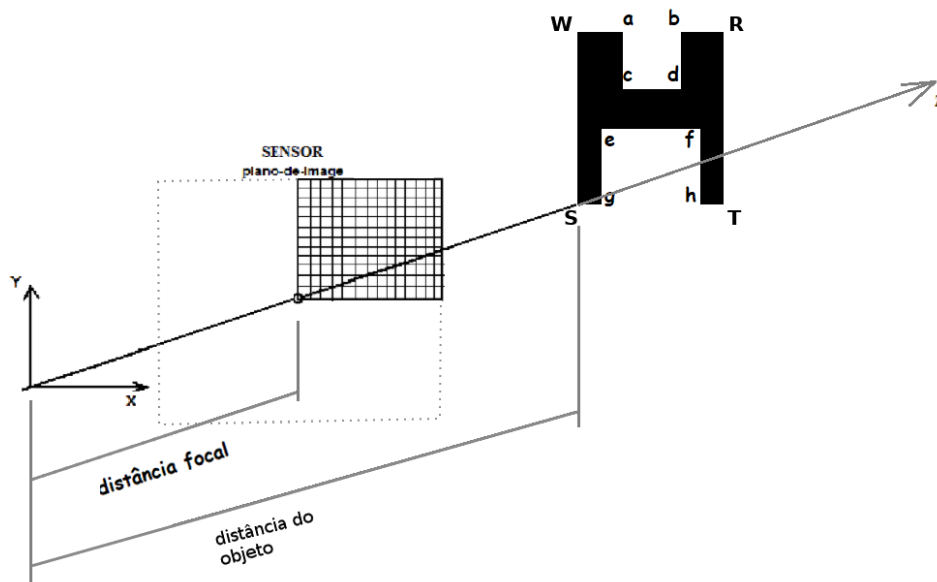

Figura 4: Esquema utilizado na questão.
13) Dada uma peça retangular, com regiões escuras e claras e escuras, paralela ao plano-de-imagem (Figura 4). O vetor normal ao plano da peça é colinear ao eixo **OZc** (eixo focal). O foco (centro de projeção) encontra-se na origem $[0,0,0]^T$ e o eixo **OZc** intercepta a peça (Figura 4).
Tem-se como **objetivo** a análise da imagem capturada visando a identificação dos **detalhes** do objeto, para a tomada de decisões em um projeto mecânico. Os detalhes em questão são vistos como reentrâncias no objeto (Figura 4). As coordenadas 3D (em mm) dos oito pontos identificados no objeto (Figura) constam na Tabela-1 abaixo:
Tabela 1 – Oito pontos marcados na Figura 4.